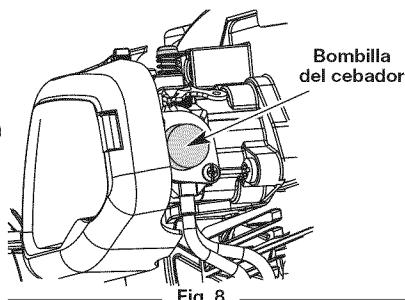

Fig. 8
3. Oprima completamente el cebador y suéltelo 10 veces. Hágalo lentamente. Se deberá ver un poco de combustible en el cebador y en las tuberías de alimentación de combustible (Fig. 8). Si no puede ver el combustible en el cebador, oprimalo y suéltelo tantas veces como sea necesario hasta que vea combustible en el mismo.